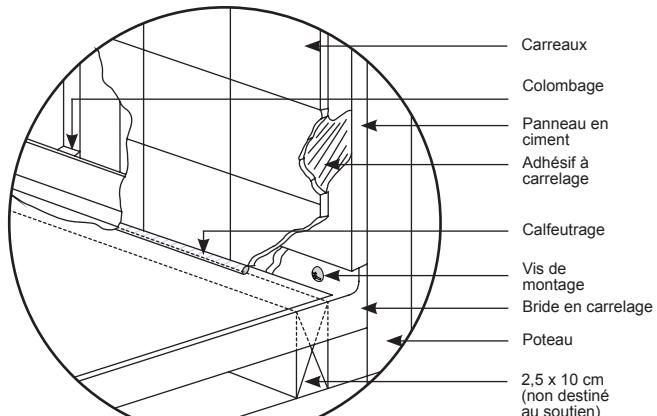

Figure 13 - finition
- 11** Calfeutrez tout le travail terminé autour du périmètre de la baignoire pour sceller l'espace entre la bordure et le support fini (figure 13).